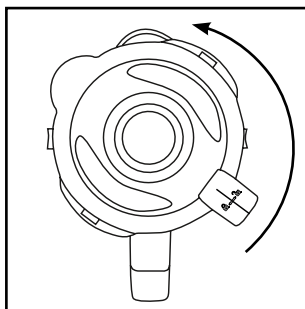
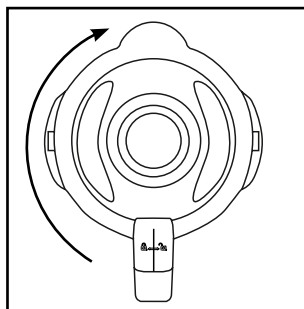

Fig.1
Fig.2
- 1) Rode o copo misturador ❸ para a esquerda, até a seta ▼ por baixo da pega do copo misturador ficar sobre a posição . Levante o copo misturador ❸ a direito, retirando-o do bloco do motor ❹.
- 2) Remova a tampa ❷, rodando-a para a esquerda na direção da posição  (ver fig. 1), até a conseguir puxar para cima.
- 3) Encha o copo misturador ❸.
- 4) Volte a colocar a tampa ❷ desalinhada no copo misturador ❸ e pressione-a firmemente. Feche a tampa ❷, rodando-a no sentido dos ponteiros do relógio, para a posição  até ela encaixar de forma audível (ver fig. 2). Verifique se o bico de esvaziamento no copo misturador ❸ está fechado. O motor só pode arrancar quando a tampa ❷ estiver corretamente alinhada.